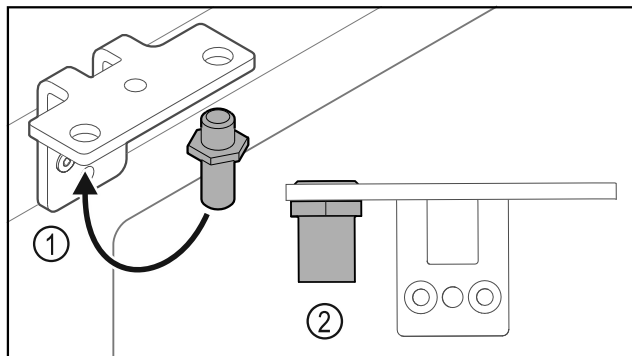

Fig. 30
- ▶ Perkelkite kaištį Fig. 30 (1) šarnyriniame kamputyje.
- ▶ Priveržkite kaištį Fig. 30 (2) **12 Nm** sukimo momentu.